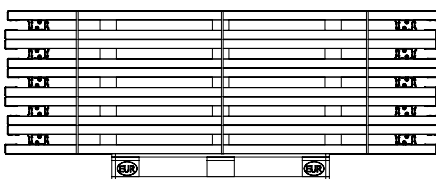

Fig. A1.03
4. Placer le troisième platelage sur le deuxième platelage, sa face supérieure étant orientée vers le bas. (Fig. A1.03)
Taille maxi 10 pièces. (Fig. A1.03)